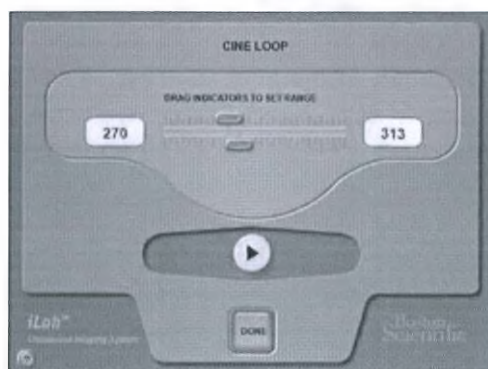

Рисунок 2–74. Окно управления КИНО-ПОВТОРОМ
- 2 Находясь в окне ПРОСМОТРА ИЗОБРАЖЕНИЙ, нажмите на кнопку CINE LOOP (КИНОПОВТОР), чтобы открыть окно КИНОПОВТОРА (Рисунок 2–74).